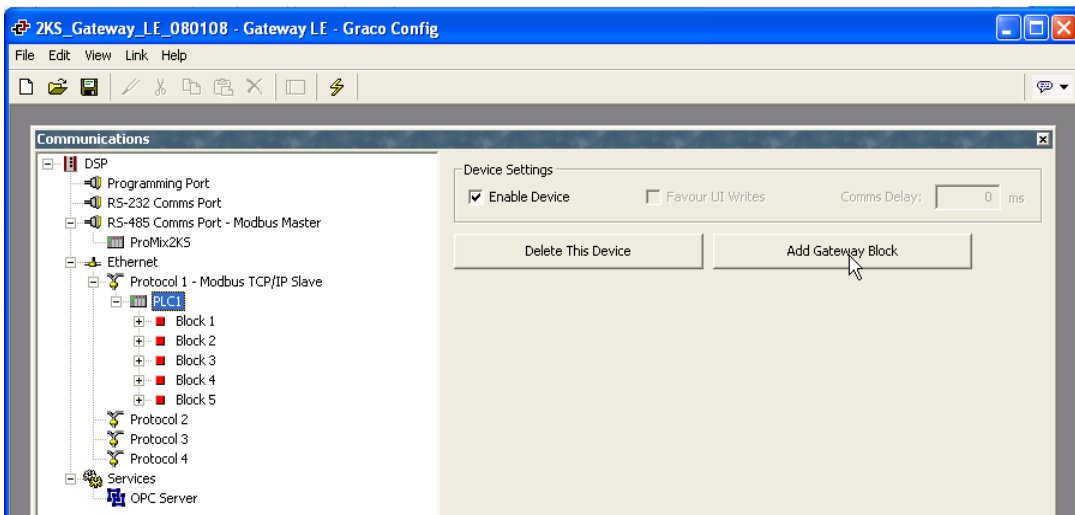

ABB. 22: Gateway-Blöcke hinzufügen
4. Siehe ABB. 22. Unter jedem Gerät die gewünschte Anzahl von Gateway-Blöcken hinzufügen.